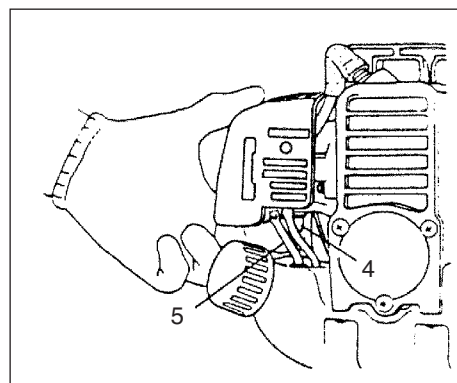
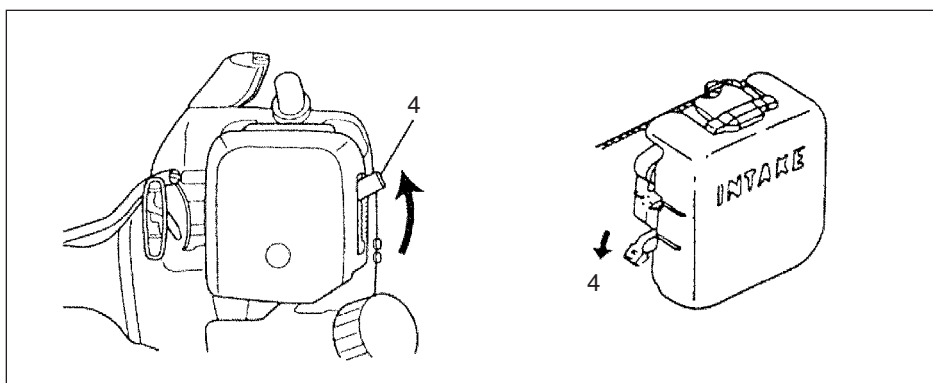

Рис. 2-2C
Рис. 2-3
* Несколько раз нажать на заливочный баллон (4), чтобы топливо потекло через обратную трубку (5). (При наличии) (Рис. 2-2C)
2. Если нажат предохранительный рычаг (2), потянуть дроссельное пусковое устройство и нажать блокировочную кнопку (3) (при наличии подобного оснащения), затем сначала медленно отпустить дроссельное пусковое устройство, затем предохранительный рычаг. При этом дроссель заблокируется в пусковом положении.
3. Установить рычаг заслонки в положение CLOSED (ЗАКРЫТО) (4). (Рис. 2-3)